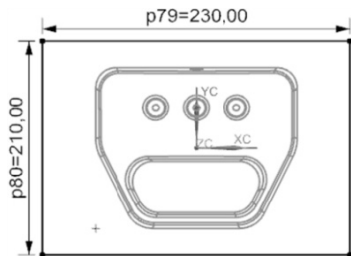
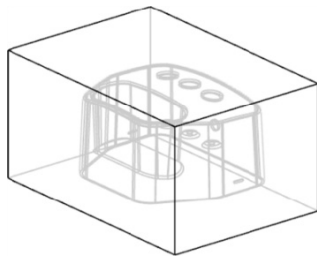

图 15-2 修改标注尺寸
图 15-3 创建工件
(2) 单击横向菜单中“应用模块”选项卡，再单击“注塑模”按钮，在横向菜单中添加“注塑模向导”选项卡。
(3) 单击“初始化项目”按钮，在【初始化项目】对话框中把“收缩”设为 1.005，对“单位”选择“毫米”。
(4) 单击“确定”按钮，设定初始化项目。
(5) 单击“工件”按钮，在【工件】对话框中单击“绘制截面”按钮，删除默认的尺寸后，再标上截面尺寸为 230 mm×210 mm，如图 15-2 所示。
(6) 单击“完成”按钮，在【工件】对话框中对“类型”选取“产品工件”，“工件方法”选取“用户定义的块”，“开始距离”设为-30 mm，“结束距离”设为 100mm，
(7) 单击“确定”按钮，创建一个工件，如图 15-3 所示。